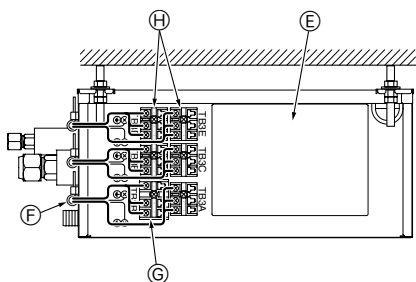

Fig. 9-3
4. Закрепите каждый провод на месте с помощью зажима. (Fig. 9-3)
5. Надежно закрепите каждый провод к соответствующей клеммной колодке. (Fig. 9-3)